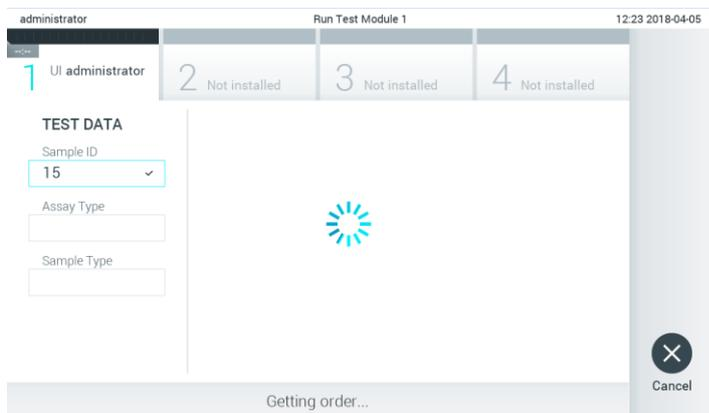

Рис. 70. Экран во время загрузки заказа на анализ.
3. Идентификатор пробы будет отправлен на хост-систему, и, пока QIAstat-Dx Analyzer 1.0 ожидает заказа на анализ, будет отображаться сообщение «Getting order...» (Получение заказа...) (рис. 70).